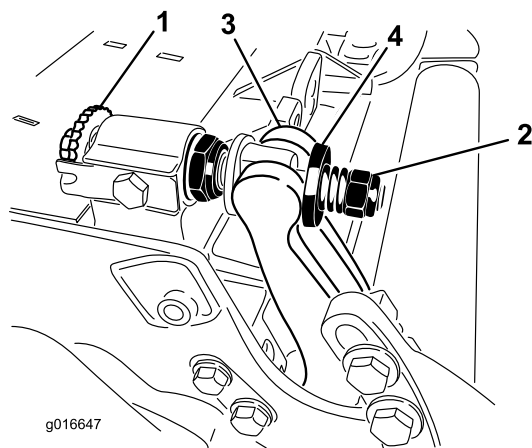

Figure 32
1. Tournez les vis de réglage de la barre d'appui dans le sens antihoraire pour éloigner la contre-lame du cylindre (Figure 32).
2. Faites sortir l'écrou de tension du ressort jusqu'à ce que la rondelle ne soit plus tendue contre la barre d'appui (Figure 32).